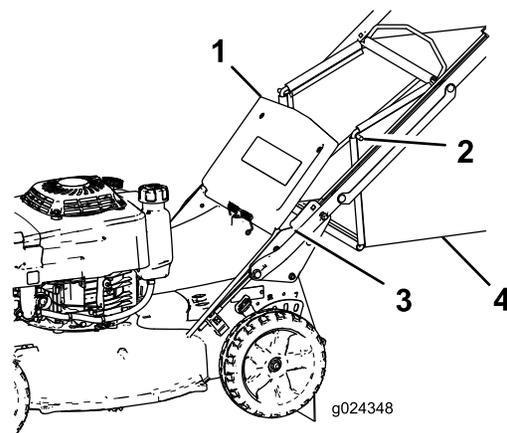

Рисунок 18
2. Поднимите и удерживайте задний отражатель (Рисунок 18).
4. Вставьте концы штанги травосборника в выемки в основании рукоятки и, покачивая травосборник из стороны в сторону, убедитесь, что концы штанги находятся в нижней части обеих выемок (Рисунок 18).
3. Выньте штангу травосборника из выемок в основании рукоятки (Рисунок 18).